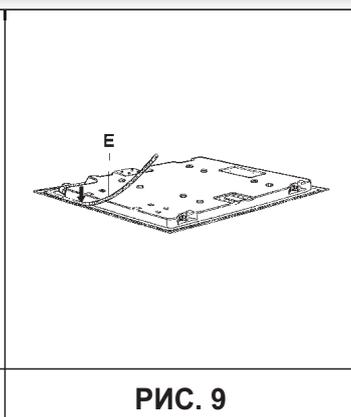

РИС. 9
- Переверните рабочую поверхность. Правильно расположите прокладку "Е" (рис. 9) под краями рабочей поверхности таким образом, чтобы внешняя сторона прокладки точно совпадала с внешним краем рабочей поверхности. Края полосок должны совпадать, не выступая друг над другом.
- Переверните рабочую поверхность, Правильно расположите прокладку «Е» (рис. 9) под краями рабочей поверхности таким образом, чтобы внешняя сторона прокладки точно совпадала с внешним краем рабочей поверхности. Края полосок должны совпадать, не выступая друг над другом.